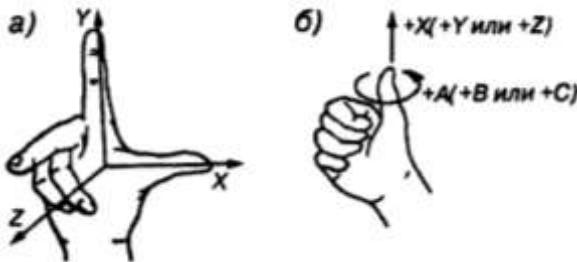

Рис.4 Правило правой руки:
В стандартной системе координат станка положительные направления осей координат определяются по правилу правой руки. Большой палец (рис. 4) указывает положительное направление оси абсцисс (Х), указательный — оси ординат (У), средний — оси аппликат (Z). Положительные направления вращения вокруг этих осей определяются другим правилом правой руки. Согласно этому правилу, если расположить большой палец по направлению оси, то остальные согнутые пальцы указуют положительное направление вращения (рис. 4).